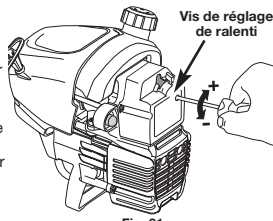

Fig. 31
Vous pouvez régler le ralenti du moteur à travers le couvercle du filtre à air/silencieux (Fig. 31).
2. Relâchez le levier d'accélérateur et laissez le moteur au ralenti. Si le moteur s'arrête, insérez un petit tournevis à embout cruciforme dans le trou du couvercle du filtre à air/silencieux (Fig. 31). Vissez la vis de 1/8 de tour à la fois (selon le besoin), jusqu'à ce que le moteur tourne au ralenti.